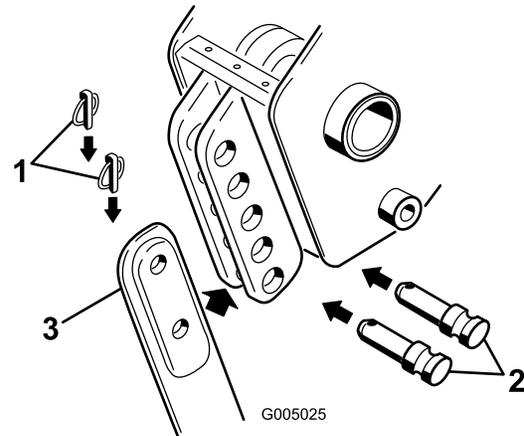

Bild 4
3. Nehmen Sie die zwei Sperrstifte von den Lastösenbolzen in der Messerhalterung ab. Nehmen Sie dann die Lastösenbolzen (Bild 4) und das Messer (falls montiert) ab.
4. Schieben Sie das neue Messer in die Messerhalterung und befestigen Sie es an der gewünschten Tiefe mit den vorher abgenommenen Lastösenbolzen und Sperrstiften (bei jedem Befestigungsloch wird die Tiefe um 7,6 cm geändert) (Bild 4).
2. Nehmen Sie den unteren Sperrstift und den Lastösenbolzen ab, mit denen das Messer am Pflug befestigt ist (zum kompletten Ausbau des Messers müssen Sie den Sperrstift und die Lastösenbolzen oben und unten abnehmen) (Bild 4).